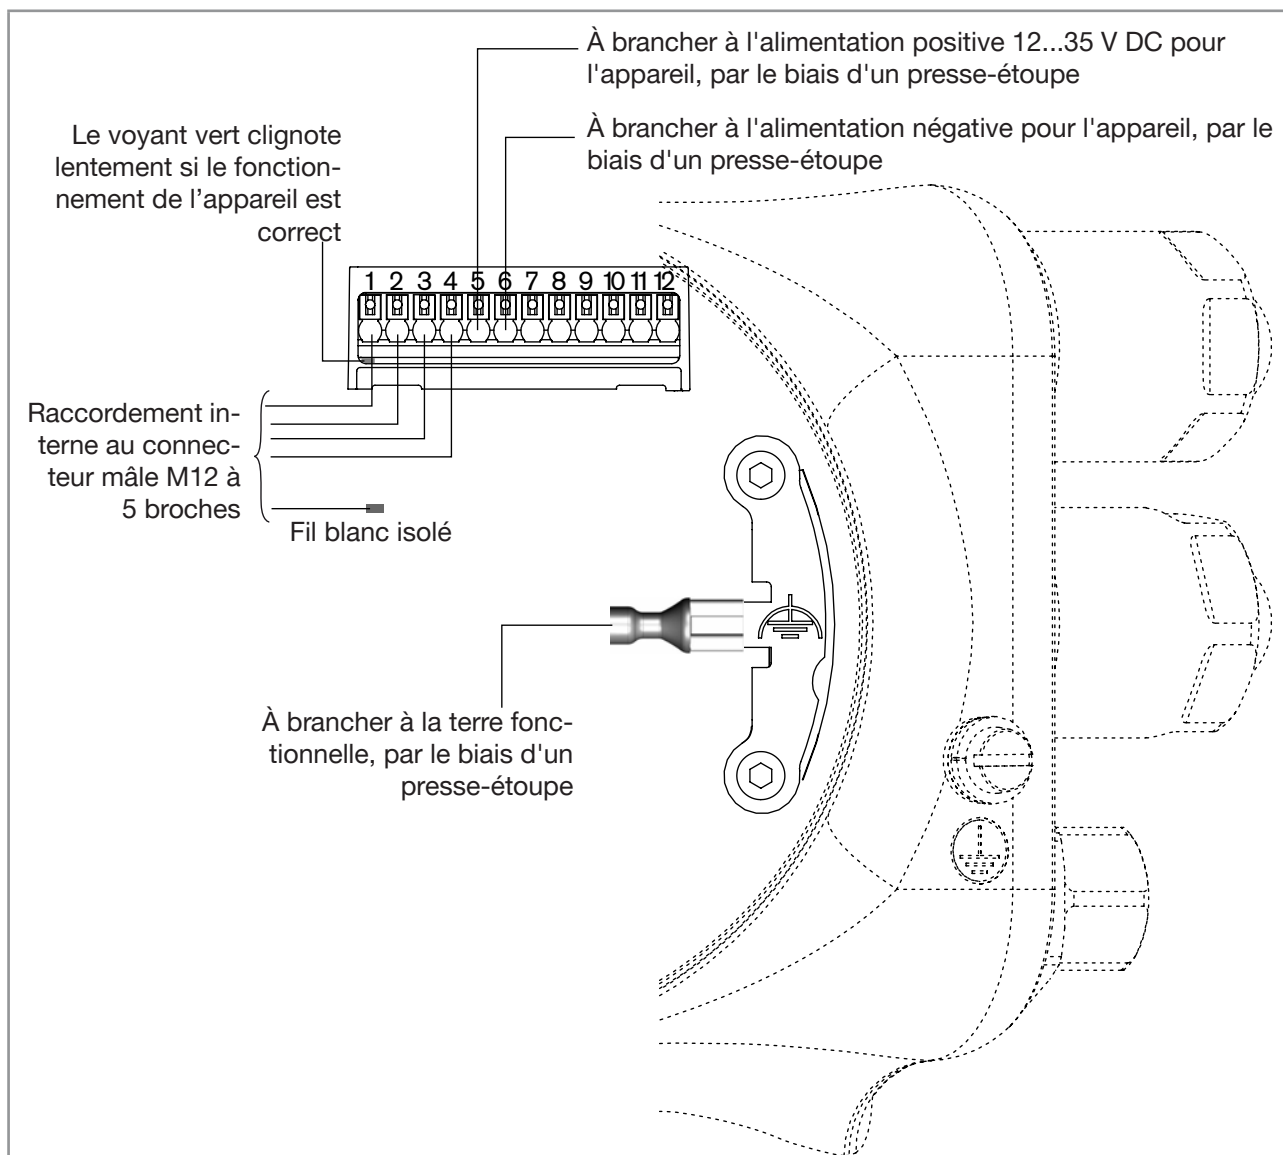

Fig. 31 : Connexion de l'appareil à une alimentation électrique 12...35 V DC à l'aide des presse-étoupes M20x1,5
- soit à la plaque de terre fonctionnelle située dans le boîtier du transmetteur (voir Fig. 31 au chapitre 8.13),
3. Brancher l'alimentation de la façon indiquée dans la Fig. 31.